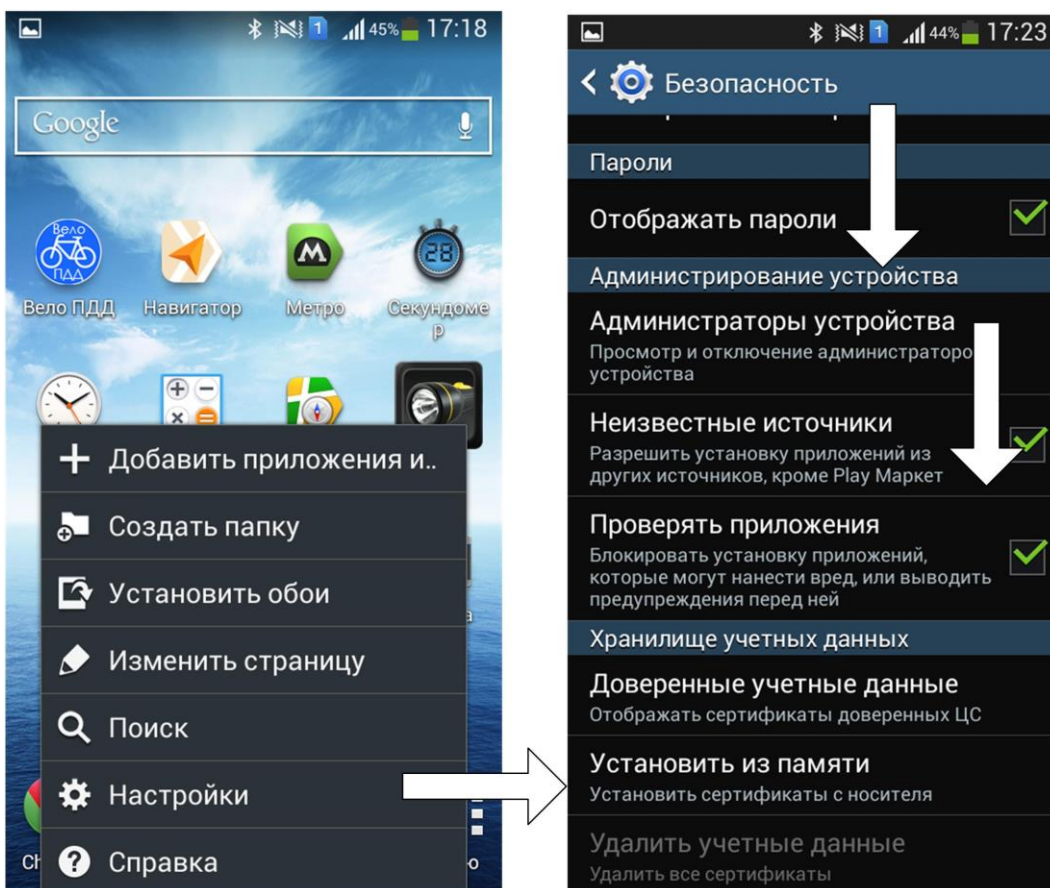

Рис.15. Вид меню Настройки / Безопасность / Неизвестные источники.
- 3.3.2. В качестве примера для показа настройки связи выбран смартфон Samsung Galaxy Mega 5.8. Установка приложения «Взлёт Монитор» осуществляется путем скачивания инсталляционного пакета с сайта vzljet.ru. Для запуска установки необходимо чтобы в настройках смартфона должен быть активен пункт меню **Настройки / Опции / Безопасность / Администрирование устройства / Неизвестные источники** (может отличаться в зависимости от модели смартфона), приведенный на рис.15.